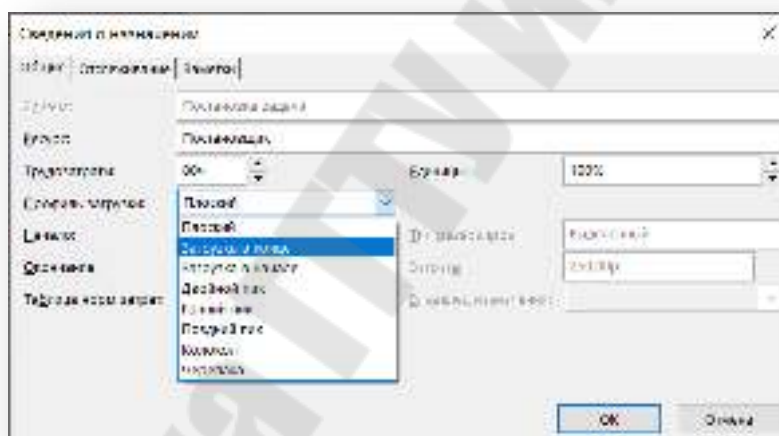

Рис. 2.32. Окно ввода профиля загрузки
3. В открывшемся окне выбрать вкладку *Общие* и в поле *Профиль загрузки* установить значение *Загрузка в конце* (рисунок 2.32).